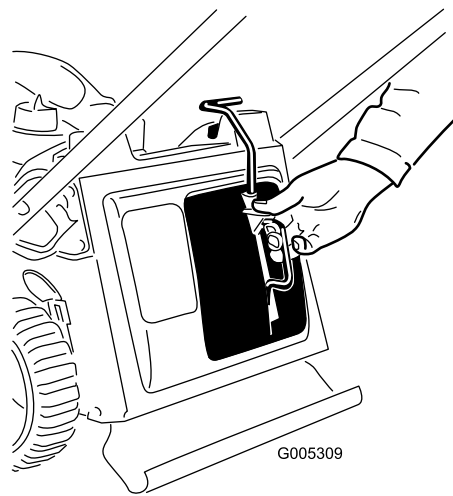

Figura 27
1. Retire el tapón de reciclado (Figura 27).